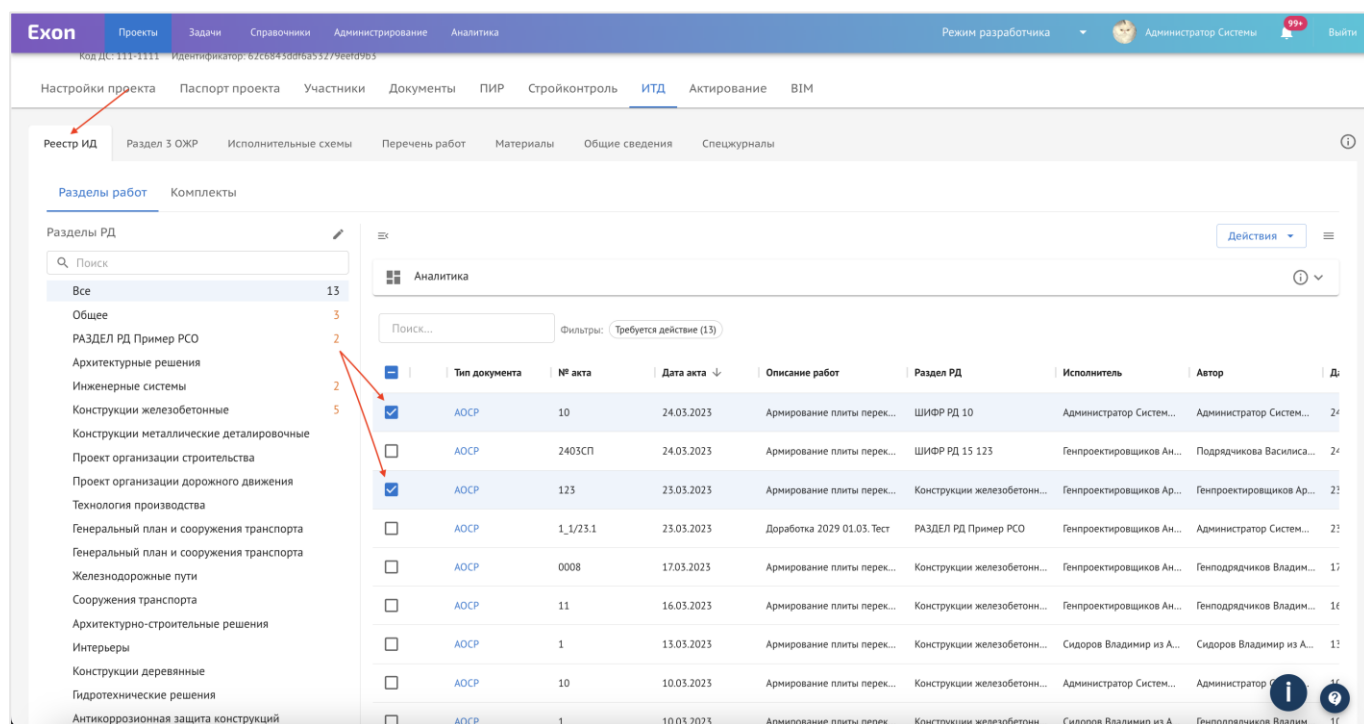

Рис. 81 – Формирование комплектов актов ИД
1. В Реестре ИД отметить акты, которые должны быть в комплекте (рис. 81);